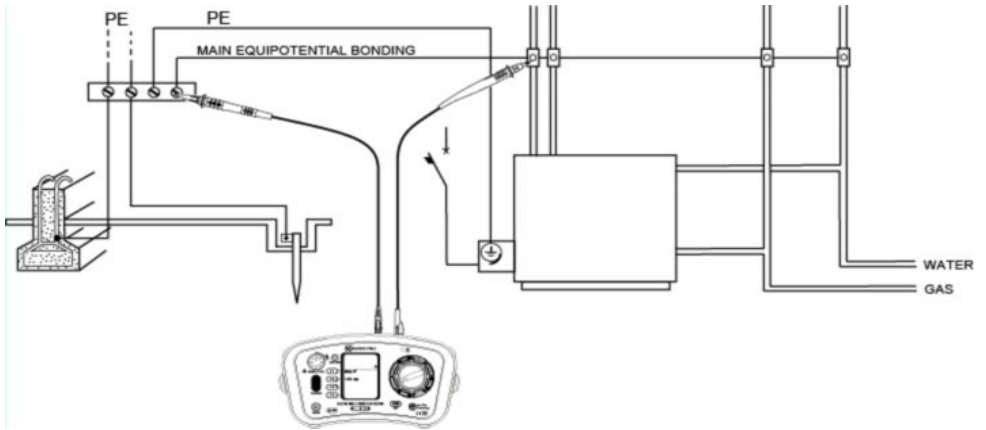

Fig.14 Primer testa kontinuiteta za glavno ekvipotencialno povezivanje (main equipotential bonding).
- 6 Povežite test pipalice na kolo čija otpornost se treba utvrditi (vidi Fig.14 za tipičan raspored vezivanja), pre toga proverivši da kolo nije pod naponom (**that the circuit is not live**). “Live Circuit” upozorenje će biti prikazano na LCD displeju ako je kolo pod naponom – ali ipak prvo proverite!